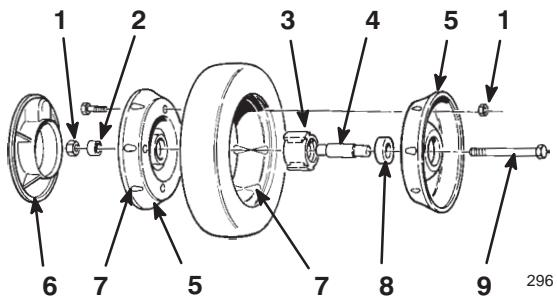

Bild 29
3. Entfernen Sie die Schraube, das Distanzstück und die Sicherungsmutter, mit denen das Rad am Gelenkarm befestigt ist (Bild 29).
4. Nehmen Sie die Radhälften von den Reifen ab, indem Sie vier Schrauben und vier Sicherungsmuttern entfernen (Bild 29).
Hinweis: Wenn Sie die Lager aus der Lager-/Naben-gruppe entfernen, führen Sie diesen Schritt durch Drücken auf das Lagerdistanzstück durch (Bild 29).
1. Positionieren Sie den Reifen auf einer Radhälfte, wobei Sie die Ansätze an beiden ausfluchten (Bild 29).
2. Positionieren Sie die Lager-/Nabengruppe in das zentrale Loch der Radhälfte. Stellen Sie sicher, dass die Beine der Nabe über dem Flansch des Lochs positioniert sind (Bild 29).
3. Legen Sie die zweite Radhälfte über die Lager-/Naben-gruppe, wobei Sie die Rad- und Reifenansätze mit den Befestigungslöchern abstimmen (Bild 29).
4. Montieren Sie die beiden Radhälften locker mit zwei 6 x 38-mm-Gewindeschrauben und einfachen Muttern. Setzen Sie die Schrauben in die gegenüberliegenden Löcher ein (Bild 29).
5. Kontrollieren Sie, ob alle Bauteile gefluchtet sind und ziehen dann die Schrauben, abwechselnd von Seite zu Seite, so fest, dass die beiden Radhälften gleichmäßig zusammengezogen werden (Bild 29).
6. Setzen Sie die zwei Schrauben und Sicherungsmuttern, die Sie vorher entfernt haben, in die restlichen Löcher der Radhälften ein und ziehen diese fest. Nehmen Sie die zwei langen Schrauben ab und ersetzen Sie diese mit zwei Schrauben und Sicherungsmuttern (Bild 29).
7. Montieren Sie das Rad mit Hilfe der Schrauben, einem Distanzstück und einer Sicherungsmutter am Gelenkarm. Stellen Sie dabei sicher, dass sich das Distanzstück zwischen der Radnabe und dem Gelenkarm befindet (Bild 29).